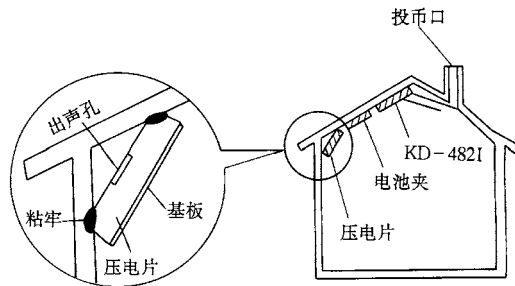

图 1-14
(14) 将 KD-482I 小印制电路板、带助声腔的压电蜂鸣器以及电池夹子，一起用玻璃胶分别粘牢在储钱罐内的上部(见图 1-14)。KD-482I 小印制电路板应粘在靠近投币口的地方(见图 1-14 之右图)。压电蜂鸣器应按图 1-14 之左图所示位置粘牢在拐角处，胶只能涂在助声腔盖上，切不可堵住发声孔，也不可将压电蜂鸣片的基板粘住(见图 1-14 之左图)。